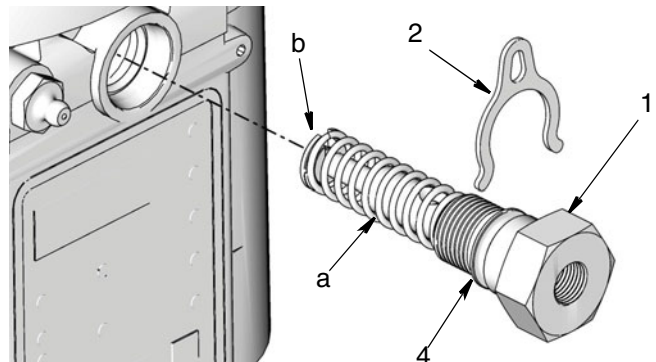

ABB. 2
Achten Sie darauf, die Feder (a), die Halterung (b) und den Kolben (c) zusammen mit dem Pumpenelement zu entfernen (ABB. 2).
1. Prüfen Sie das neue Pumpenelement (1). Achten Sie darauf, die Feder (a), die Halterung (b), o-ring (4) und den Kolben zu installieren (ABB. 2).